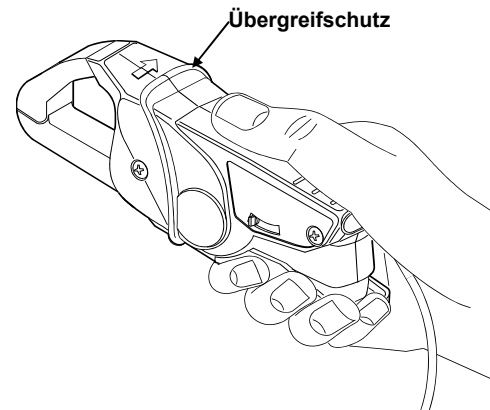

Abbildung 1. Sicheres Halten der Stromzange
- Die Stromzange nicht vor die Übergreifschutz halten, siehe Abbildung 1.